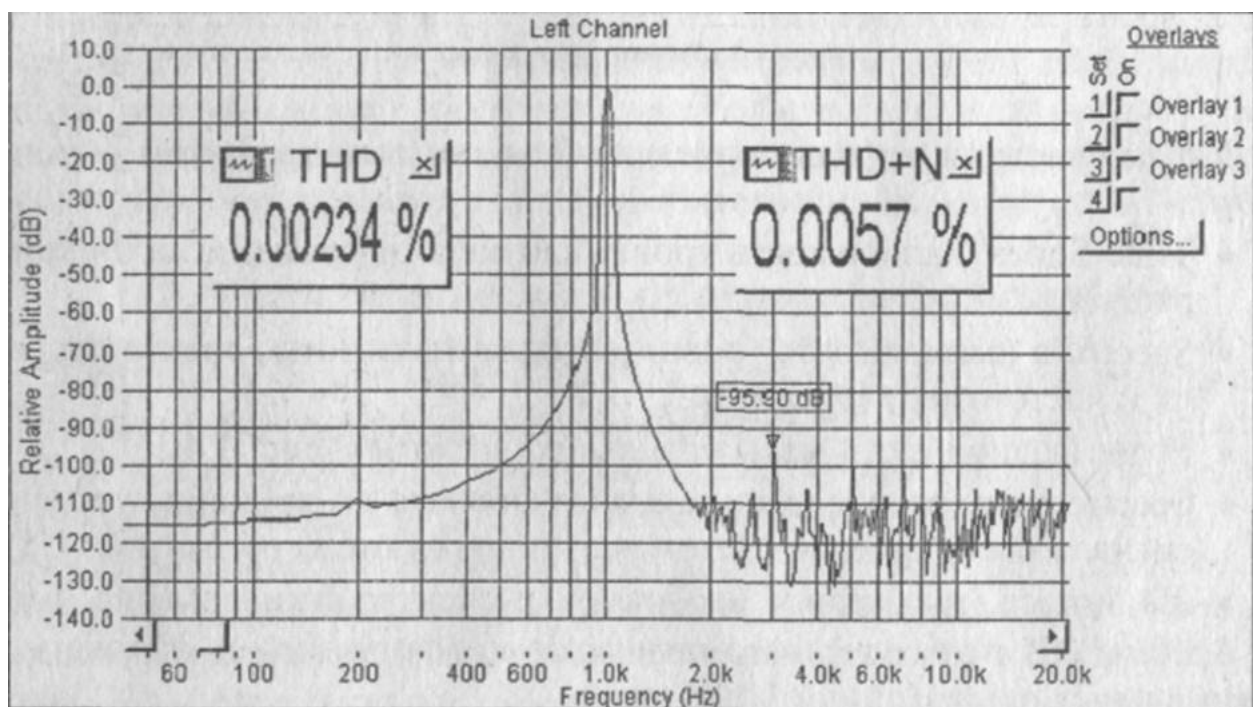

Рис. 1.3. Spectrum (спектр сигнала и измерение коэффициента нелинейных искажений)
- Spectrum (зависимость уровня сигнала от частоты, спектр сигнала и частотомер) (рис. 1.3);